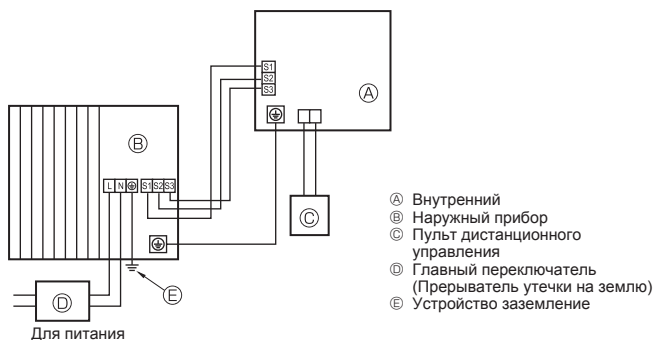
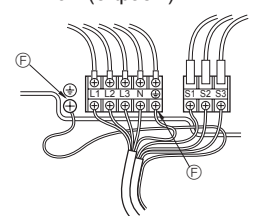

Fig. 6-1
Fig. 6-2
### 6.1. Наружный прибор (Fig. 6-1, Fig. 6-2)
① Снимите защитную панель.
② Подсоедините кабели, как указано на Fig. 6-1 и Fig. 6-2.